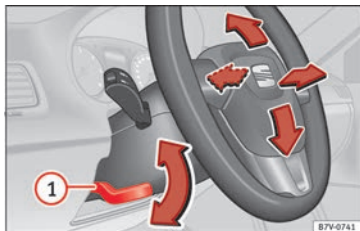

Fig. 3 Ajuste mecánico del volante.
- Mueva la palanca » fig. 3 ① hacia abajo.
- Tras ajustar la columna de la dirección, empuje firmemente la palanca » fig. 3 ① hacia arriba para que el volante no cambie de posición accidentalmente durante la marcha.